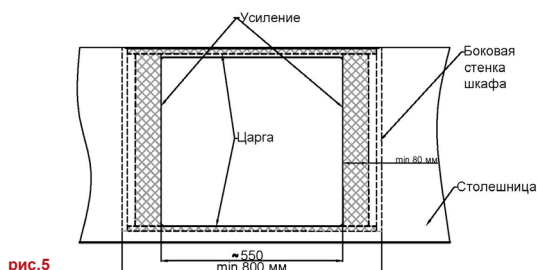

рис.5
- Для исключения деформации столешницы царги установить вертикально (обычно установлены горизонтально) и усиливающие элементы (устанавливаются горизонтально) из фанеры или ДСП толщиной 10 - 15 мм, как показано на рис. 5, 6, 7.